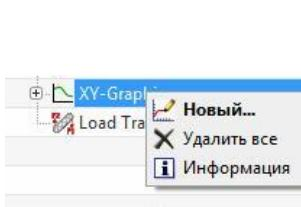

рис.68
- Поставьте курсор на строку *XY-Graphing*, и вызовите контекстное меню (рис.68).